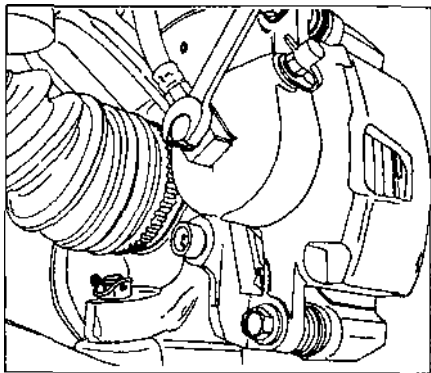

Рис. 7.9.
- выкрутить штуцер тормозного шланга из корпуса тормозного цилиндра (рис. 7.9);